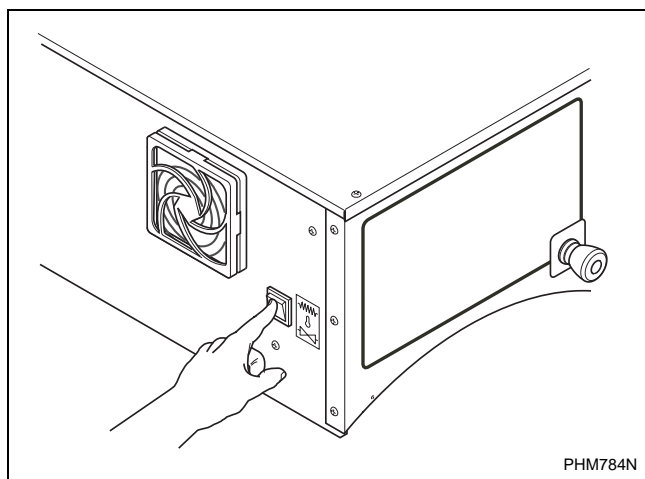

Figura 19
1. Para cambiar de un tipo de calor a otro, localice el interruptor en el lado izquierdo del módulo de control. Consulte la *Figura 19*.